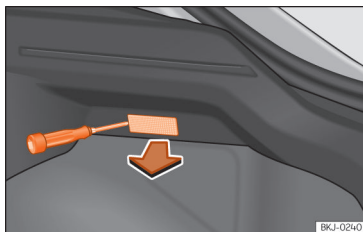

Fig. 175 Luz da bagageira.
- Extraia a tulipa pressionando o rebordo da parte interior da mesma, com a ajuda da parte plana de uma chave de parafusos »» **Fig. 175.**